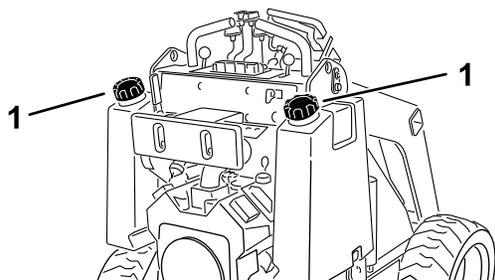

Рисунок 6
3. Очистите область вокруг крышки топливного бака и снимите крышку (**Рисунок 6**).